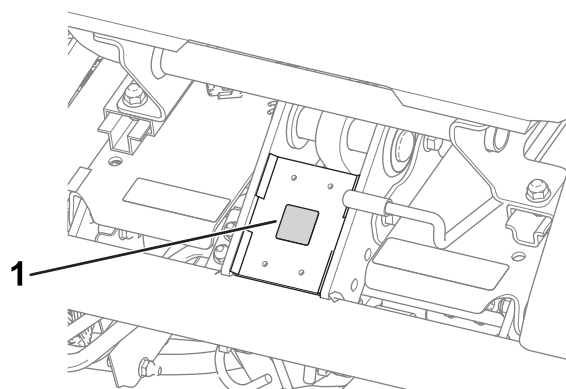

Figura 16
- Coloque o autocolante de conformidade CE (peça n.º 93-7252) debaixo da parte dianteira do banco (Figura 16).